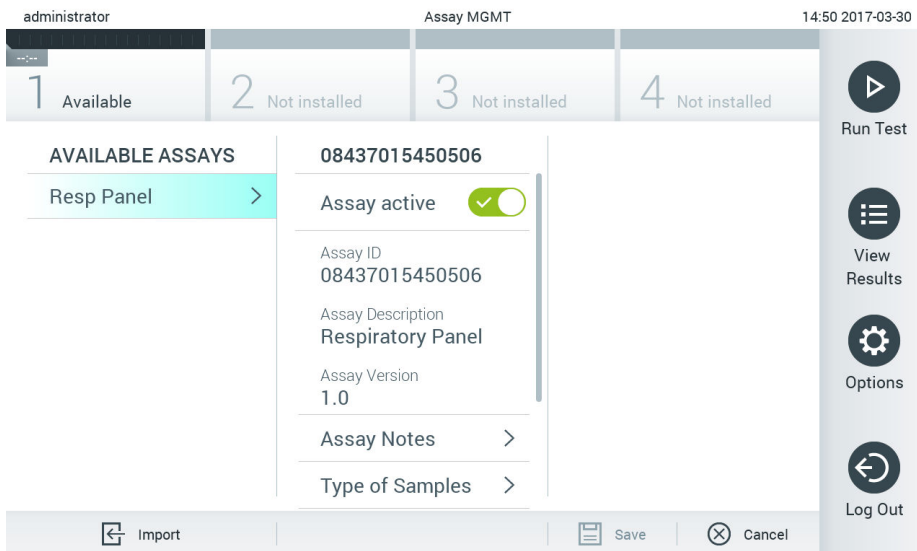

Рис. 66. Керування доступними аналізами.
1. Натисніть кнопку **Options** (Параметри), а потім – **Assay Management** (Керування аналізами), щоб відкрити екран **Assay Management** (Керування аналізами). Доступні аналізи перераховані в першому стовпці області вмісту (рис. 66).